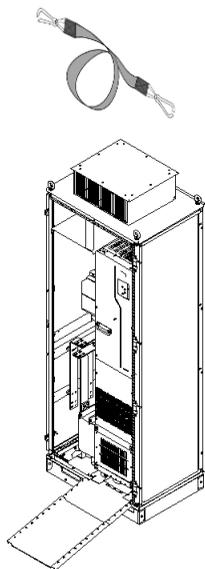

Рис. 4-15 ПЧ в шкафу 411
- ✧ ПЧ может быть вставлен в шкаф или извлечен из него только после того, как ролики выровнены с DIN-рейкой. Для обеспечения безопасности попросите двух человек вставить ПЧ в шкаф или вынуть его из него. См. рис. 4-15 и рис. 4-16.49410
чтобы предотвратить опрокидывание ПЧ во время вставки или извлечения, как показано на рис. 4-15.